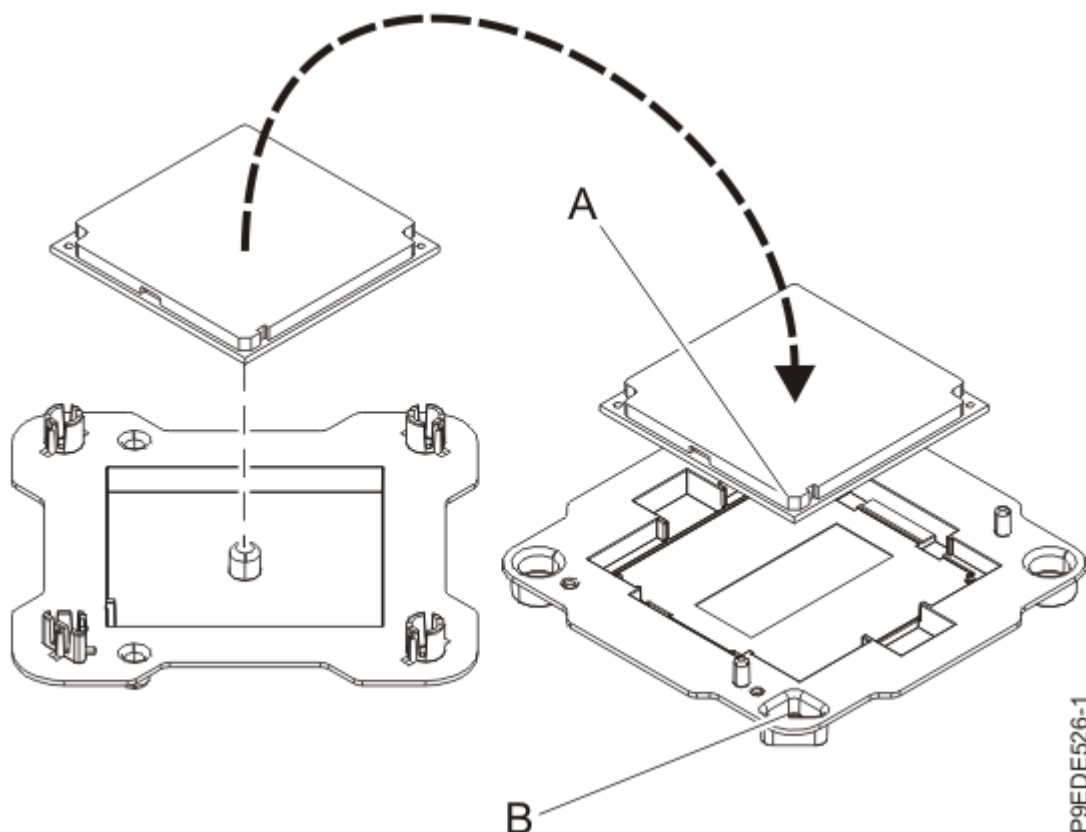

Abbildung 22. Systemprozessormodul in der Verpackung platzieren
6. Greifen Sie das von Ihnen ausgetauschte Systemprozessormodul vorsichtig an den Kanten und heben Sie es aus der Verpackung. Richten Sie die abgeschrägte Ecke des Moduls (**A**) an der Ecke der Verpackung aus, die ein Dreieck aufweist (**B**), und platzieren Sie das Modul in der Verpackung, siehe Abbildung 22 auf Seite 25. Schließen Sie die Verpackung.